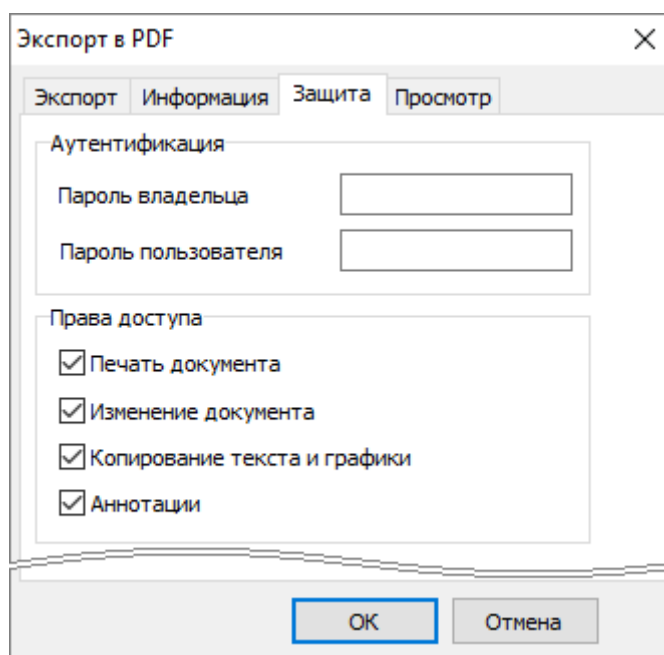

Рисунок 11-319 Окно настроек экспорта в формат PDF
- 2) в появившемся окне настроек экспорта в выбранный формат файла (см. Рисунок 11-319) определите настройки (см. п. 11.9.9.1) и нажмите кнопку «ОК», чтобы перейти к следующему шагу (либо нажмите кнопку «Отмена», чтобы отменить экспорт отчета);